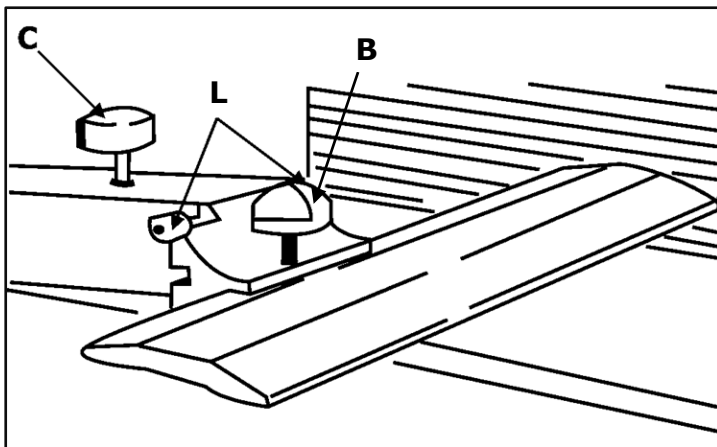

Abbildung 7: Schutzvorrichtung justieren
Zu dieser Einstellung können die beiden Einstellschrauben (L) verwendet werden (auf der Vorder- und Hinterseite, siehe ⇒ Abbildung 7), indem man zuvor die beiden Schutzkappen entfernt.